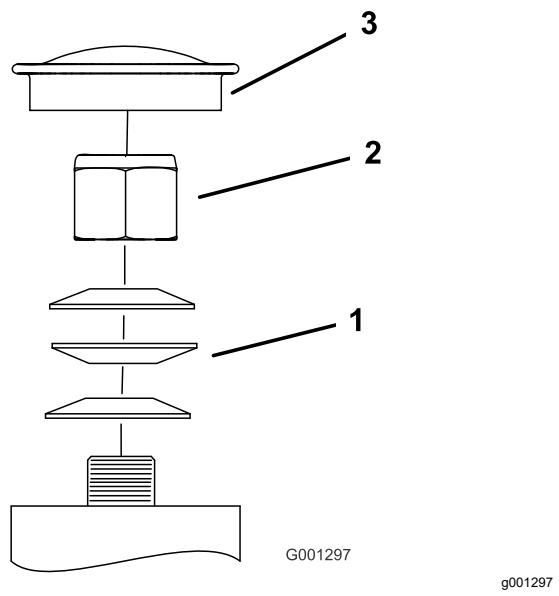

Figura 56
3. Retire o tampão antipoeira da roda e aperte a porca de bloqueio (Figura 56).
4. Aperte a porca de bloqueio até que as anilhas de mola estejam planas e, em seguida, recue 1/4 de volta para aplicar devidamente a pré-carga nos rolamentos (Figura 56).
Importante: Certifique-se de que as anilhas de mola estão corretamente montadas como se mostra na Figura 56.
5. Instale o tampão antipoeira (Figura 56).